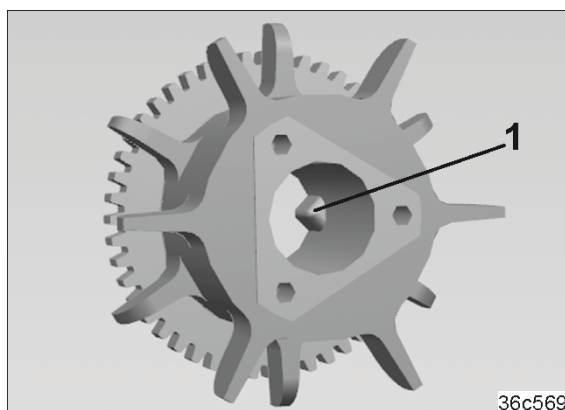

Рис. 253
9. Зніміть тригранні захвати (Рис. 253/1) у тих висівальних котушок для бобових, які в подальшому повинні бути відключені для створення технологічних колій.
Тригранні захвати (Рис. 253/1) інших висівальних котушок для бобових зачіпляються за паз висівального вала.